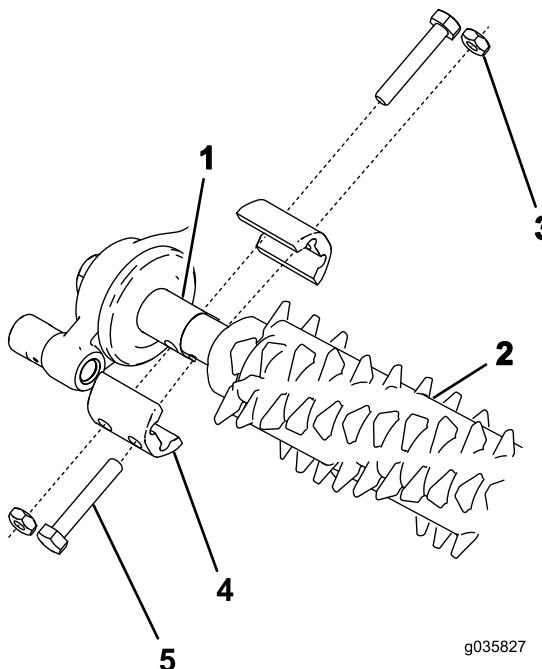

Figura 14
2. Alinee el conjunto de groomer con los ejes de transmisión de la caja de transmisión del groomer y del brazo libre (Figura 14).
3. Fije el groomer a la máquina, tal y como se muestra en la Figura 14 con 4 pernos ($\frac{1}{4}$ " x $1\frac{1}{2}"), 4 contratuercas y 4 abrazaderas del eje.$